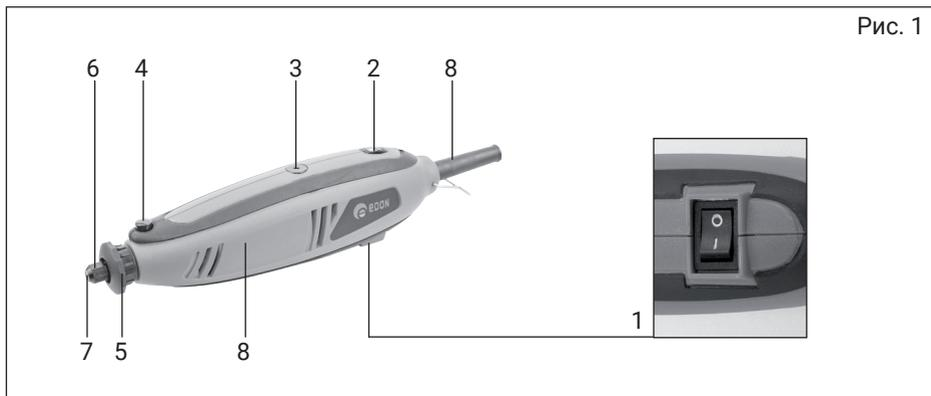
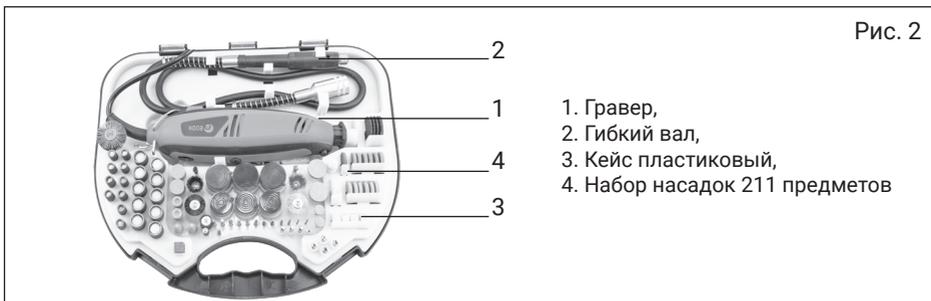
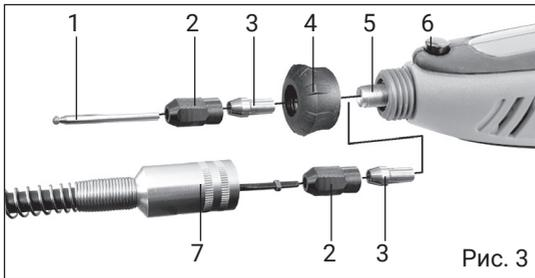

Рис. 1
Рис. 2
Рис. 3
Расположены в пластиковом корпусе (рис. 1 поз. 8), состоящем из двух половин. Выключатель гравёра (рис. 1 поз. 1) имеет два фиксированных положения: «I» - включено и «0» - выключено. Регулировка оборотов (рис. 1 поз. 2) изменяет скорость вращения якоря двигателя (шпинделя) в пределах от 8000 до 35000 об/мин. Насадки зажимаются в цанговом патроне (рис. 3) (свёрла, биты, фрезы, насадки для крепления кругов, щётки и т.д.). Это основные рабочие инструменты гравёра.
4.3 Гравёр с набором принадлежностей в кейсе представлен на рис. 2
Гибкий вал (рис. 2 поз. 2) позволяет проводить работу в труднодоступных местах. Блокировка рабочего вала (рис. 1 поз. 4) позволяет быстро менять цанги и соответствующие им насадки
- нажмите и удерживайте в нажатом положении кнопку (рис.1 поз. 4) блокировки рабочего вала инструмента. Ослабьте зажимную гайку цанги (рис. 1 поз. 3).
- установите в цанговый патрон необходимую рабочую насадку (см. рис. 3).
- надёжно зажмите насадку в цанговом патроне плотно закрутив зажим цанги (рис. 3 поз. 2), при этом следует надёжно удерживать кнопку стопора (рис. 3 поз. 6).
- для замены цанги необходимо: полностью выкрутить зажим цанги, вынуть цангу, установить цангу нужного размера и зафиксировать её зажимом цанги (рис. 3).
5.4 Установка рабочего инструмента и гибкого вала (см. рис. 3):
- открутить и снять защитную гайку (рис. 3 поз. 4) гравёра;
- нажав кнопку блокировки рабочего вала (рис. 3 поз. 6), ослабить зажим цанги;
единительную муфту гибкого вала (рис. 3 поз. 7) к гравёру на место защитной гайки (рис. 3 поз. 4).
- нажать кнопку включения (рис. 1, поз. 1);